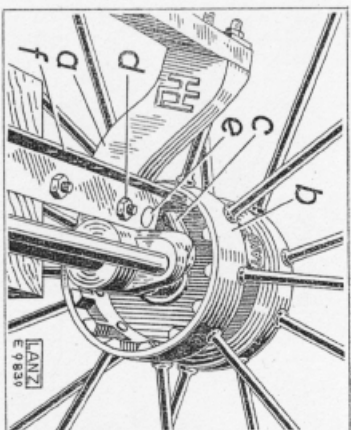

Bild 1. Fahrrad aufschieben.
- a) Haupttrahmen „a“ (Bild 1) an beiden Seiten aufbocken und die Laufachsen gut einleiten.
- d) Befestigungsschrauben „d“ (Bild 1) für Deckschienen entfernen und Zinkenhalter „f“ durch Entfernen der beiden Senkschrauben „e“ lösen.